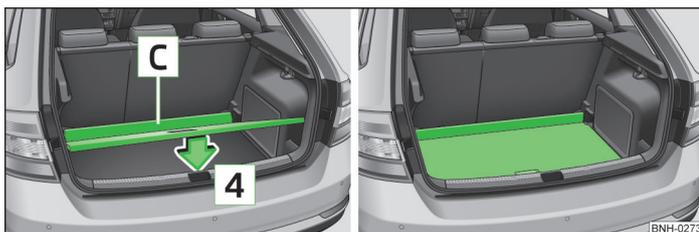

Fig. 72 Ajustar el suelo de carga variable en la posición inferior / suelo de carga variable en la posición inferior
- Introducir el suelo de carga variable hasta el tope en el sentido de la flecha **3** hasta que se haya levantado su parte delantera **C** » fig. 72.